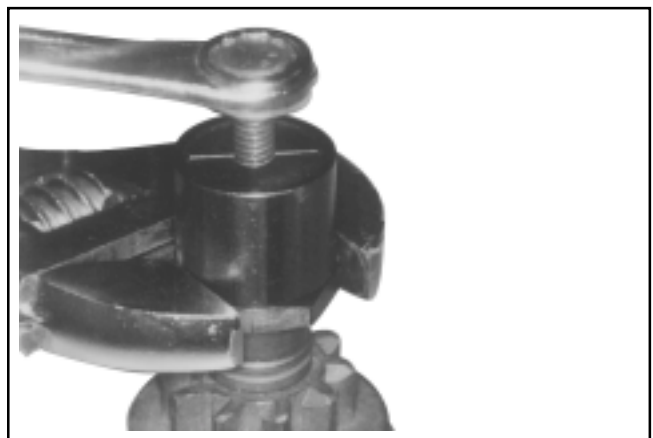

Figure 7-14. Maintien de l'outil et vissage de la vis centrale (sens des aiguilles d'une montre) pour retirer la bague de maintien.
4. Vissez la vis centrale dans l'outil de dépose jusqu'à ce qu'une résistance se fasse sentir. Utilisez une clé (de 1 1/8" ou réglable) pour tenir la base de l'outil de dépose. Utilisez une autre clé ou douille (de 1/2" ou 13 mm) pour tourner la vis centrale dans le sens des aiguilles d'une montre (voir la Figure 7-14). La résistance contre la vis centrale indique à quel moment la bague de maintien quitte la gorge dans l'arbre de l'armature.